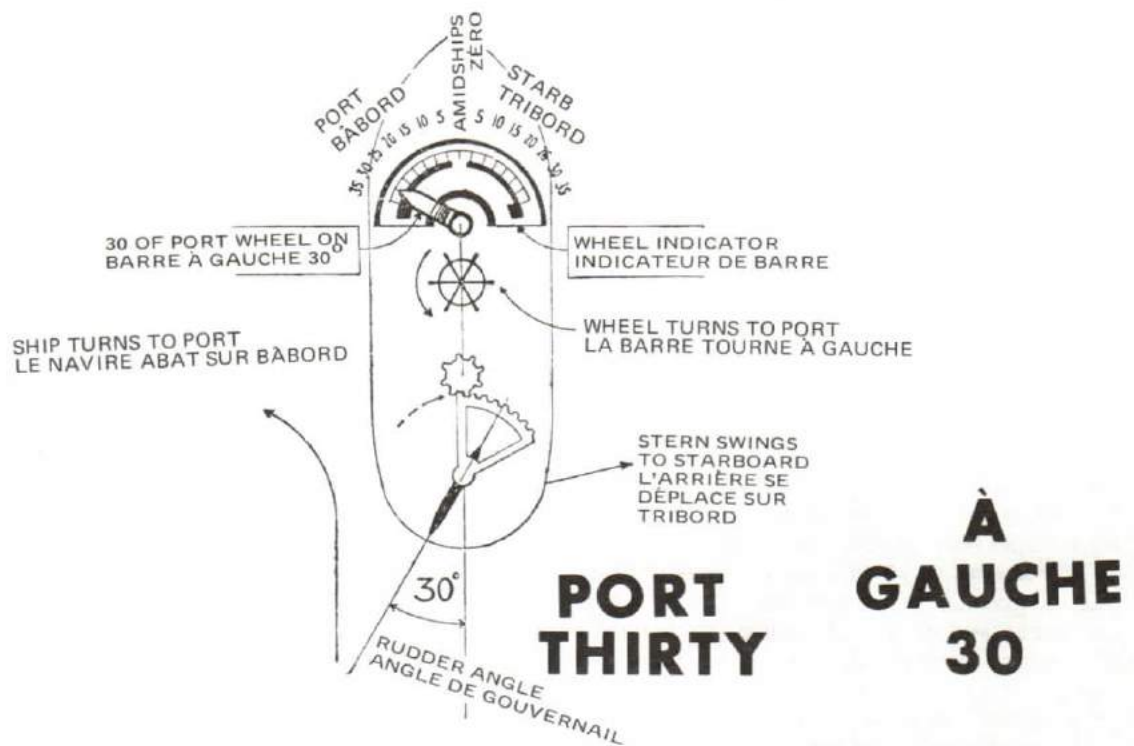

Figure 13-10
2. The movement of the helm (steering wheel) sets the steering motors in motion, which turns the rudder. When the ship is moving ahead the rudder turns the ship by swinging her stern away from, and her bows towards, the direction in which the helm is turned; it has the opposite effect when the ship is moving astern. See Figure 13-10.
2. Le mouvement de la barre, ou roue de gouvernail, actionne les moteurs de barre qui entraînent le gouvernail. Lorsque le navire est en marche avant, le gouvernail fait virer le navire en faisant dévier son arrière et en rapprochant son avant de la direction dans laquelle la barre est tournée; l'effet opposé se produit lorsque le navire est en marche arrière (voir la figure 13-10).